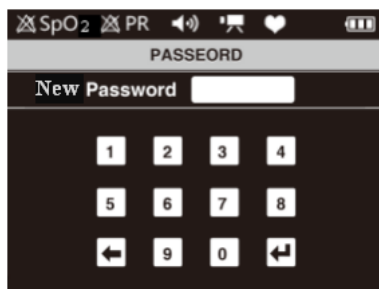

Figure 14. Interface Nouveau mot de passe
- e **Set Password (Configuration du mot de passe)** : déplacer la barre de sélection sur l'élément « Set Password » (Configurer le mot de passe), puis cliquer sur le bouton de menu pour accéder à l'interface de mot de passe illustrée dans la Figure 14 pour configurer un nouveau mot de passe.